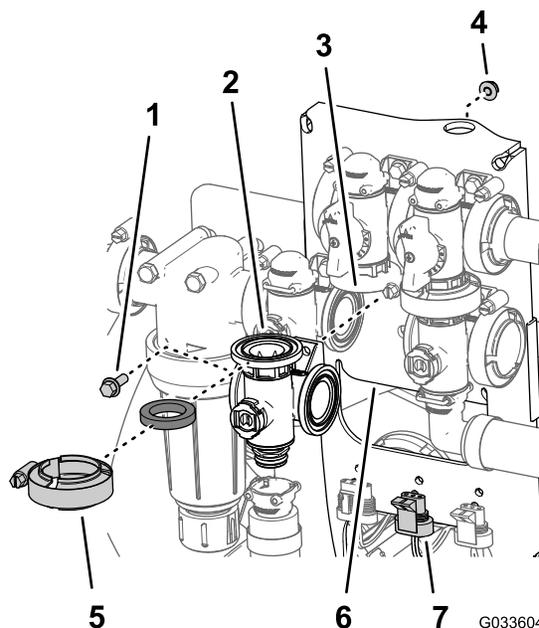

Bild 127
- Fluchten Sie den Flansch des Rührwerkventilverteilers, eine Dichtung und den Flansch des Rührwerk-Sicherheitsventils aus (Bild 127).
- Befestigen Sie das Rührwerkventil mit der Bundkopfschraube und der Sicherungsbundmutter (Bild 127), die Sie in Schritt 3 von Entfernen des Rührwerkverteilers (Seite 83) entfernt haben, an der Ventilhalterung und ziehen Sie